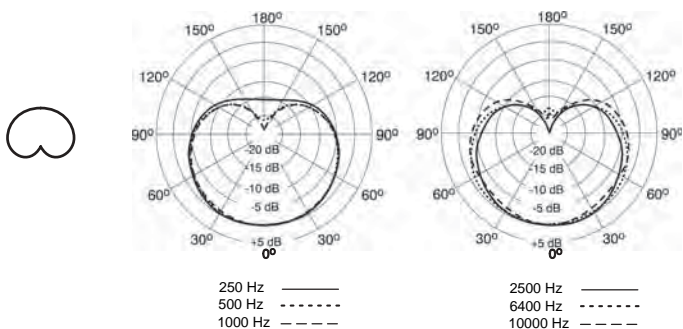

FIGURE 4. COURBES DE DIRECTIVITÉ TYPQUES
**Cardioïde.** Lorsque cette courbe de directivité est choisie, le microphone capte les sons directement devant lui et est le moins sensible à ceux émis derrière. Cette configuration est la plus fréquemment utilisée pour les enregistrements en studio et en direct. Voir figure 4.
**Omnidirectionnelle.** Capte les sons provenant de toutes les directions. Cette configuration est la meilleure pour la prise de son d'ambiance et pour enregistrer plusieurs sources sonores simultanément, comme un ensemble musical ou un groupe de chanteurs. La courbe de directivité omnidirectionnelle ne souffre pas de l'effet de proximité. Voir figure 4.
| Courbe de directivité directionnelle   | Cardioïde/omnidirectionnelle (voir figures 4 et 6)   |